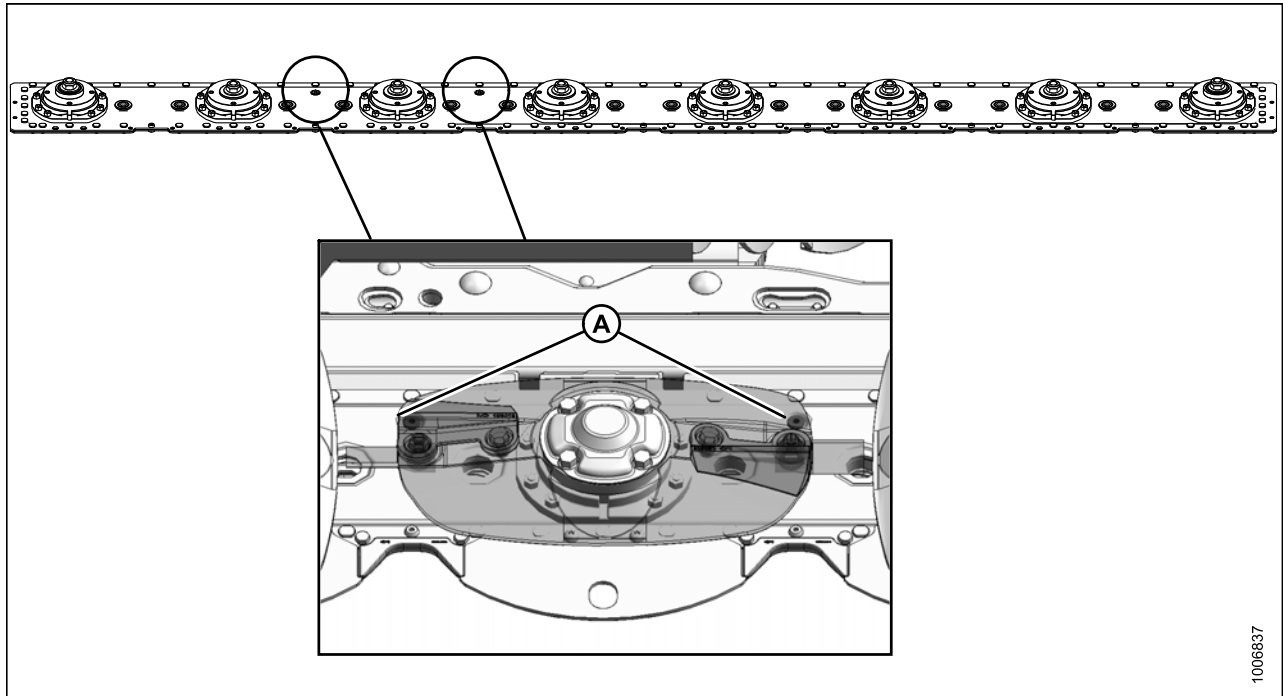

图 5.14: 割刀座加油口塞位置
10. 找到沿割刀座顶部的两个加油口塞中的一个。请参见图 5.14: 割刀座加油口塞位置, 页码 115。